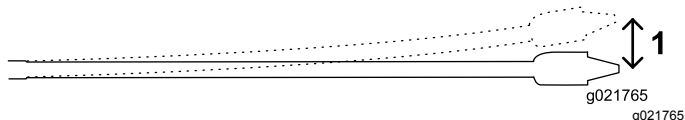

Figure 28
Les tiges de 3 mètres (10 pieds) utilisées sur cette machine peuvent présenter une flèche de 8 % sur toute leur longueur, ce qui correspond à une courbure maximale de 20 cm (8 po) par rapport à une ligne droite (Figure 28).
- Insérez les premiers 3 mètres (10 pieds) d'outil/tige de forage dans le sol en ligne droite. La fin de l'outil de forage sera à 76 cm (30 po) de profondeur (Figure 28).